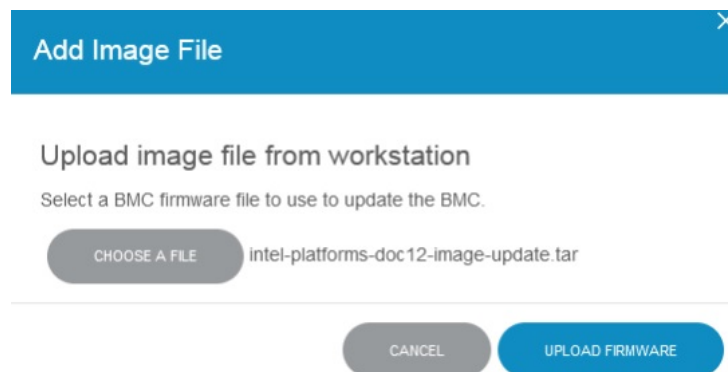

Рис. 91. Окно с активной кнопкой «UPLOAD FIRMWARE»
- 5) Нажмите на кнопку «UPLOAD FIRMWARE». Окно показано на рис. 91 Окно с активной кнопкой «UPLOAD FIRMWARE»